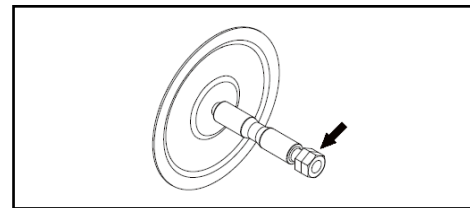

Figure 39
- Retirez les écrous du côté opposé en utilisant les écrous doubles. (Voir la figure 39)